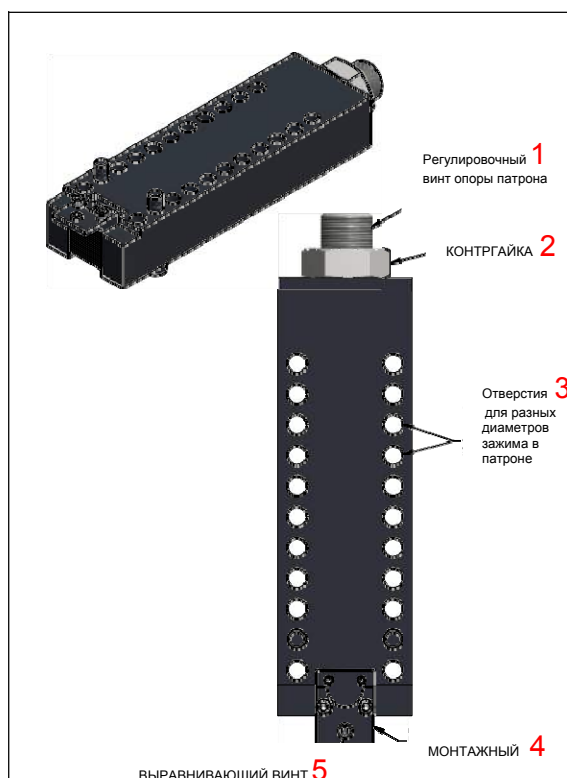

Рис. 3-6. КОМПОНЕНТЫ ОПОРЫ ПАТРОНА FF3600
2. Если диаметр детали меньше 36,5 дюймов (927 мм), закрепите монтажные пальцы на опоре патрона, как показано на рис. 3-6.